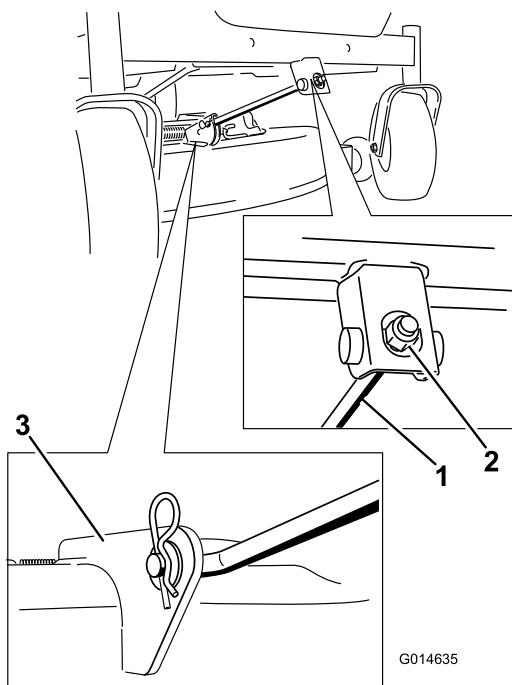

Figura 60
- Retire el pasador de horquilla de la varilla de soporte delantera y retire la varilla del soporte de la carcasa (Figura 60). Baje cuidadosamente la parte delantera de la carcasa de corte al suelo.
6. Conecte la varilla de soporte delantera a la carcasa de corte con el pasador y la chaveta (Figura 60).